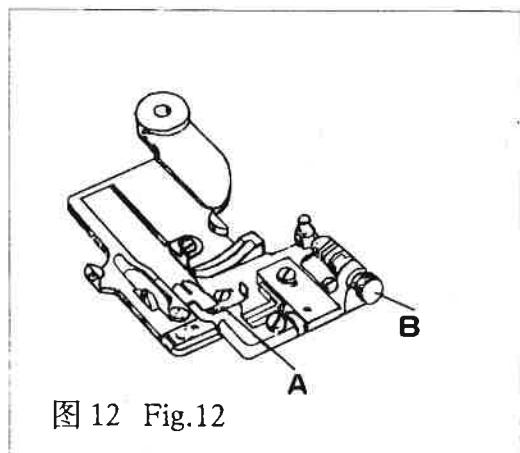

图 12 Fig.12
3. Regulation of the pressure of material retainer(Fig.12)
③旋松压料板螺钉“A”，左右移动压料板“D”（图 12）使压料板V形槽中心与抬料轮中心重合（图 26）时，旋紧压料板螺钉。
(1) The left and right positon.